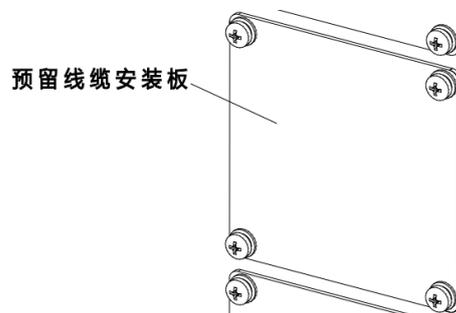
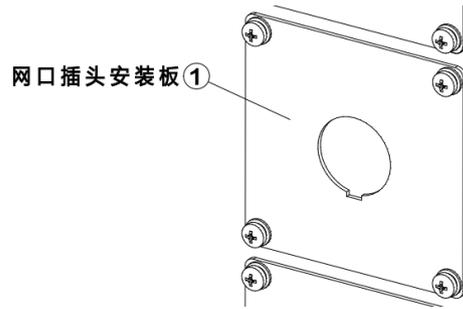

图 14-2 预留线缆安装板
图 14-3 网口插头安装板
把工业网线插在柜体的 Ethernet 接口上（参考图 14-2）。
图 14-3 inCube20 /22 的 Ethernet 接线示意图
步骤1. 用十字螺丝刀将原本的预留线缆安装板（参考图 14-2）拆下，将①网口插头安装板（参考图 14-3）安装在柜体上。